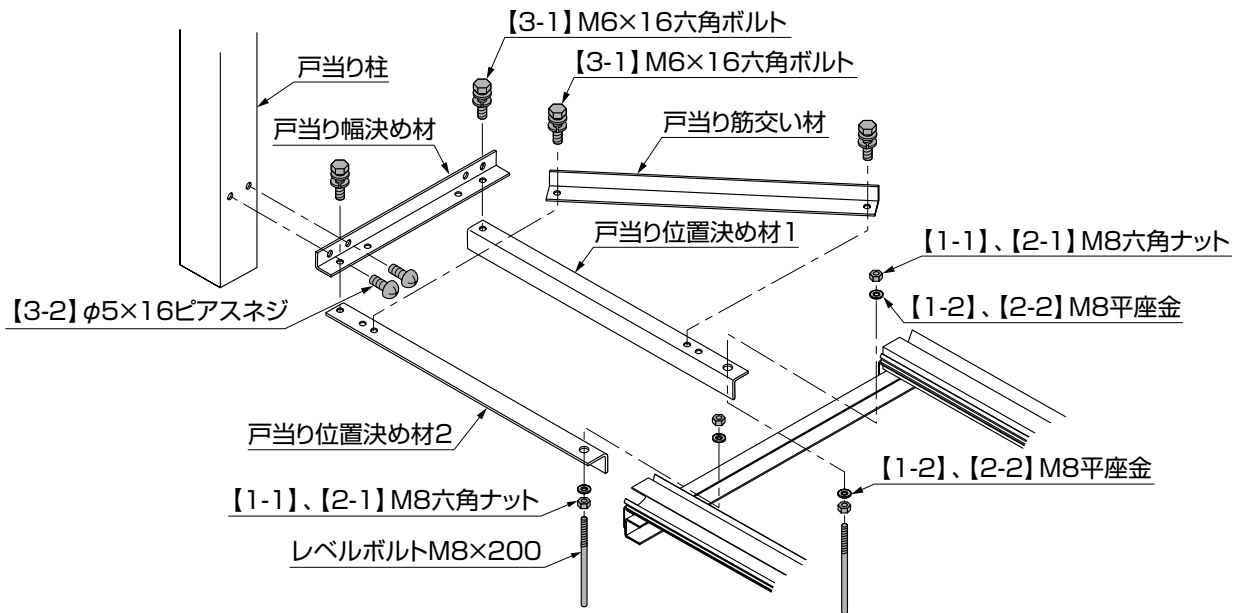
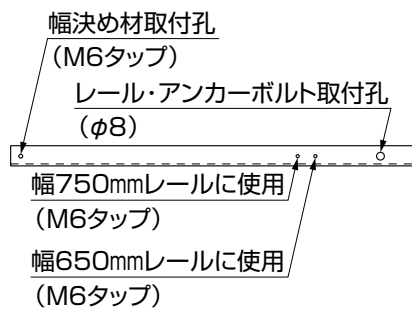
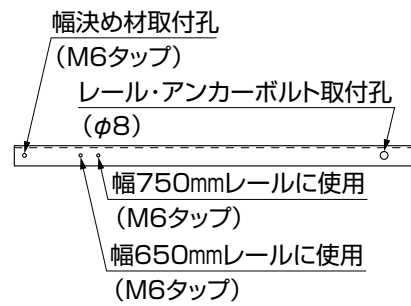
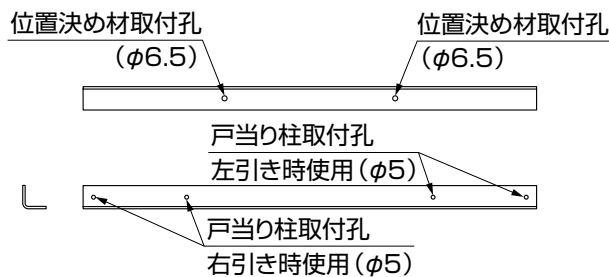

図4-1
図4-2 位置決め材1
図4-3 位置決め材2
図4-4 戸当り幅決め材
- ①片引き仕様のレール戸当り端部にレベルボルト、【1-1】(【2-1】)、【1-2】(【2-1】)で戸当り位置決め材1、戸当り位置決め材2を取付けてください。(図4-1参照)
- ②戸当り筋交い材を図4-2、図4-3を参照して戸当り位置決め材に【3-1】で取付けてください。(図4-1参照)
- ③戸当り幅決め材を戸当り位置決め材に【3-1】で取付けてください。(図4-1参照)
- ④戸当り柱を図4-1、図4-4を参照して、戸当り幅決め材に【3-2】で取付けてください。(図4-1参照)